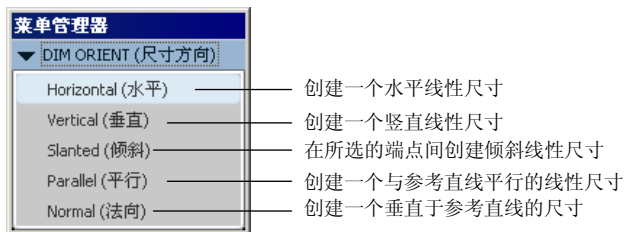

图 10.5.5 “尺寸方向”菜单
Step5. 在图 10.5.5 所示的 **DIM ORIENT (尺寸方向)** 菜单中, 选择 **Horizontal (水平)** 命令, 创建水平方向的尺寸 (在标注点到点的距离时, 图 10.5.5 所示的菜单才可见)。